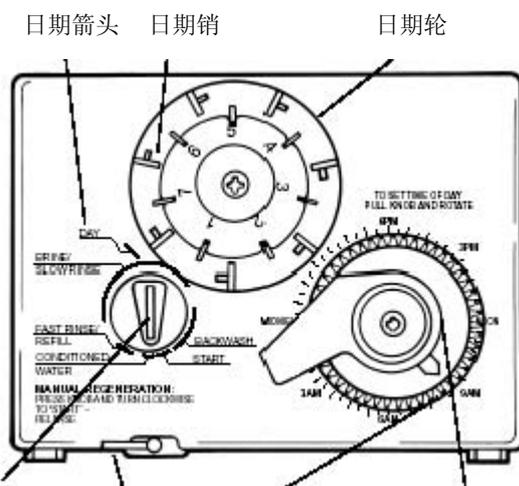

图 8
注: 以下步骤需要转动指示钮 (图 8) 到各个位置。用大号一字型螺丝刀插入指示钮箭头内并压入, 然后逆时针旋转并使箭头指向所需位置 (如用你另一个手同时旋转凸轮轴, 旋转将更容易)。然后让按钮弹回原位。
1. 再生日期由日期轮设定(图 8)
- 左右旋转时间钮使其箭头对准当前时间(图 8)
当进水水质突变造成产水提前不合格，此时，用工具按下指示钮并逆时针旋转到“START”位置（图 8），几分钟后再生开始。原定的再生时间仍有效。